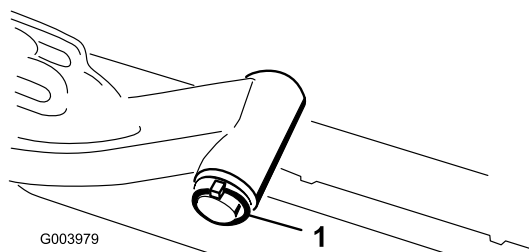

Figure 11
- A. Retirez la goupille à anneau et la rondelle qui fixent l'axe de pivot du bras de levage au bras de levage, et sortez l'axe de pivot du bras (Figure 11).
C. Insérez l'axe du bras de levage dans le bras et fixez-le à l'aide de la rondelle et de la goupille à anneau (Figure 11).